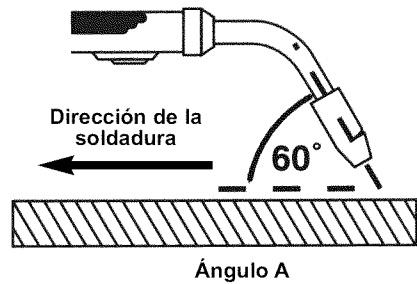

Figura 9. Posición de la pistola, Ángulo A
1. Ángulo A (Figura 9) puede variarse, pero en la mayoría de los casos el ángulo óptimo es 60 grados; o sea cuando el mango de la pistola esté paralela a la pieza de trabajo. Si el ángulo A aumenta, la penetración aumenta. Si el ángulo A disminuye, la penetración también disminuye.